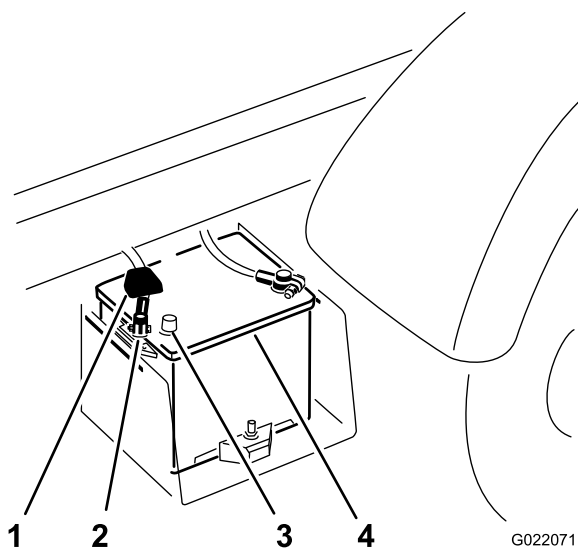

Figura 4
- C. Retire o terminal do cabo positivo da bateria do borne da bateria (Figura 4).
1. Ligue o cabo positivo da bateria à bateria (Figura 4); consulte Preparar para instalar o kit.